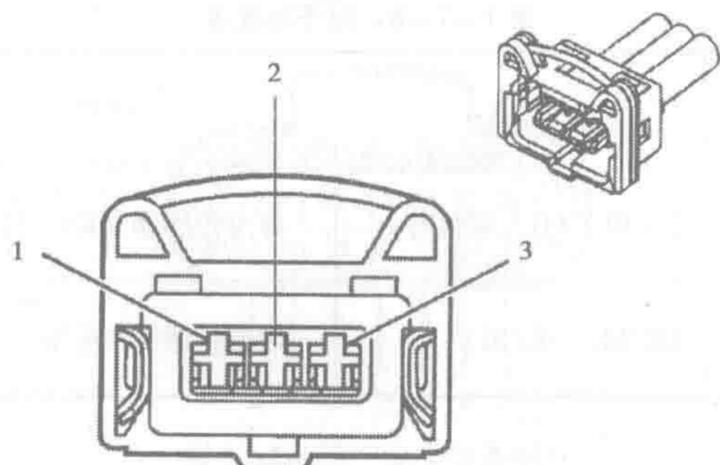

图 1-1-12 曲轴位置传感器连接器端子图
3. 曲轴位置传感器连接器端子图 (图 1-1-12) 及端子功能表 (表 1-1-3)